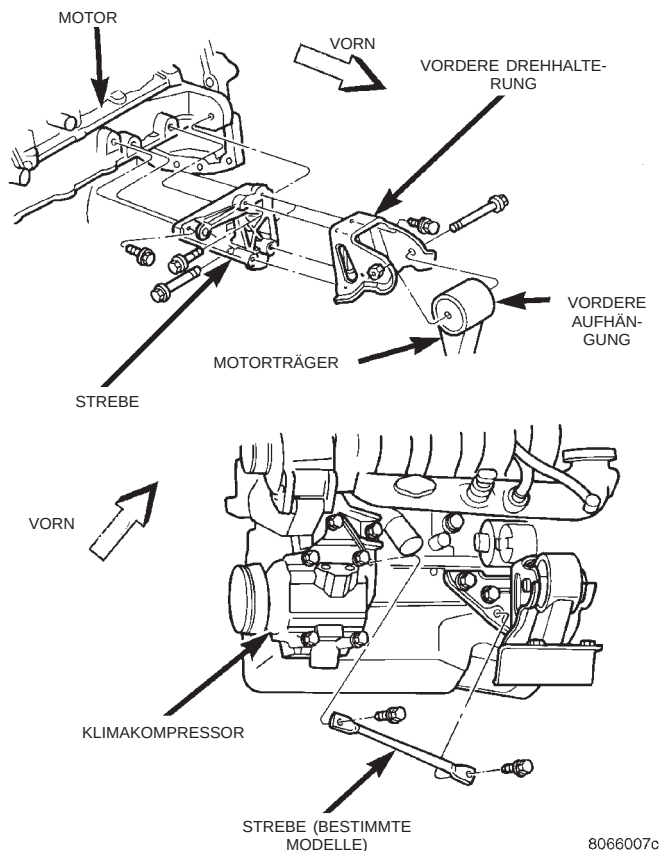

Abb. 20 Motoraufhängung—Vorn, 2.0L- und 2.4L-Motor
(6) Durchsteckschraube der vorderen Aufhängung mit einem Anzugsmoment von 61 N·m (45 ft. lbs.) festziehen. Siehe (Abb. 20) tighten to 61 N·m (45 ft. lbs.).